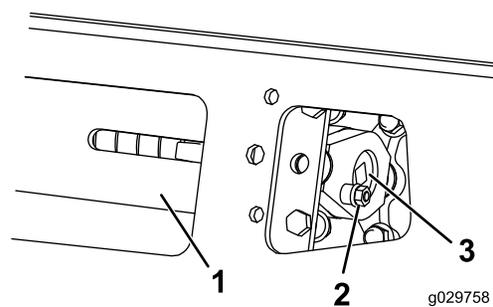

Рисунок 58
4. Отвинтите зажимной болт и гайку (Рисунок 58).
6. Совместите ближайшую выемку в натяжном винте с отверстием в зажимном болте и закрепите винт при помощи зажимного болта и гайки (Рисунок 58).
5. Используя ключ с храповым механизмом на 1/2 дюйма, ослабьте натяжение привода, вращая натяжной винт по часовой стрелке (Рисунок 58 и Рисунок 59).
- Используя ключ с храповым механизмом на ½ дюйма, поверните натяжной винт против часовой стрелки, пока он не дойдет до упора (Рисунок 58).
- Отвинтите зажимной болт и гайку (Рисунок 58).
- Используя ключ с храповым механизмом на ½ дюйма, ослабьте натяжение привода, вращая натяжной винт по часовой стрелке (Рисунок 58 и Рисунок 59).